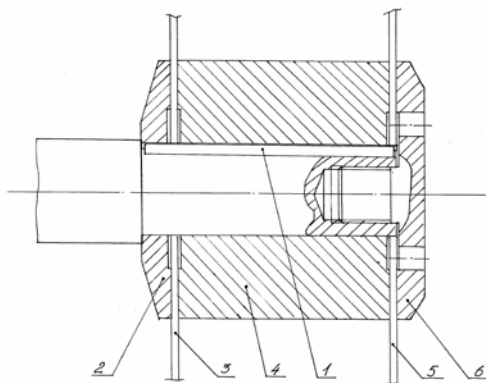

Рис. 6.1
6.5.3 Установите на пильный вал шпонку (рис.6.1) поз.1. Затем поставьте планшайбу поз.2 и первую пилу поз.3. На планшайбах и валах нанесена керновка цифрами ("1", "2", "3", "4") – для правильной установки планшайб на соответствующий вал. Установите разлучку поз.4 и вторую пилу поз.5. Закрепите пилы резьбовым фланцем поз.6.